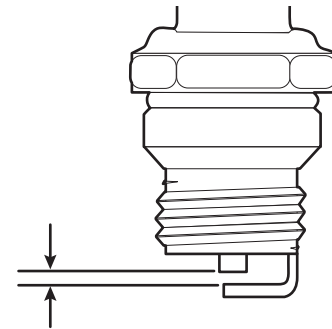

Fig. 26
4. Use un calibrador de separación para ajustar una separación de aire de **0.025 pulgadas (0.635 mm)** (Fig. 26).